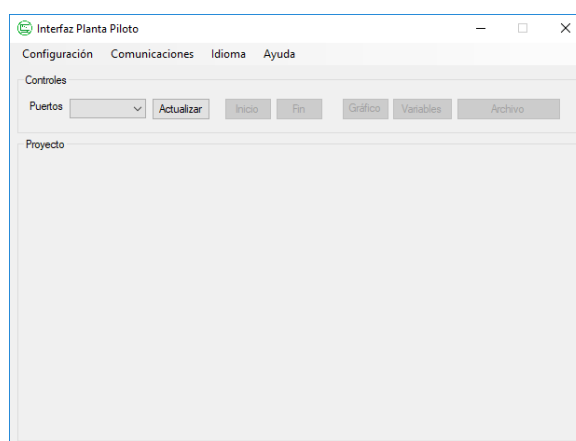

Ilustración 1 - Ventana principal
En primer lugar, para poder ejecutar la aplicación se necesitará que haya un proyecto cargado y exista una conexión por el puerto serie con la placa (*Ilustración 1 - Proyecto cargado, placa conectada*). Una vez conseguido esto, se procederá a abrir la conexión entre la placa y la aplicación.
1. Habiendo cargado un proyecto válido y teniendo disponible una conexión por el puerto serie (*Ilustración 1 - Proyecto cargado, placa conectada*), se comenzará la conexión pulsando el botón “Inicio”. Tras esto, se podrá apreciar que el botón “Gráfico” está habilitado, haciendo uso de él.
1. Habiendo cargado un proyecto válido y teniendo disponible una conexión por el puerto serie (Ilustración 1 - Proyecto cargado, placa conectada), se comenzará la conexión pulsando el botón “Inicio”. Tras esto, se podrá apreciar que el botón “Archivo” está habilitado, haciendo uso de él.